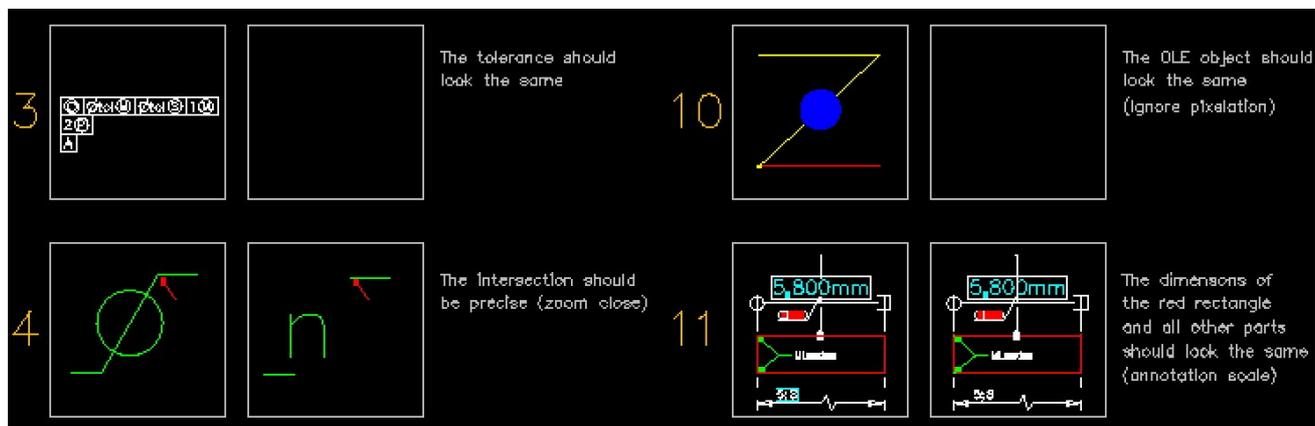

Рис. 2. Крупный план ошибки для теста номер 3; щёлкните для получения картинки в лучшем разрешении
- 3 Допуск не отображается (см. рис. 2)